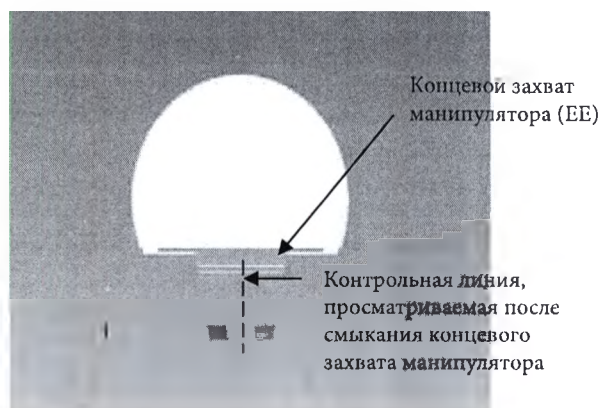

Рис. 1
- ❖ Всегда сверяйтесь с контрольной линией концевых захватов манипулятора (EE), как показано на рис. 1.